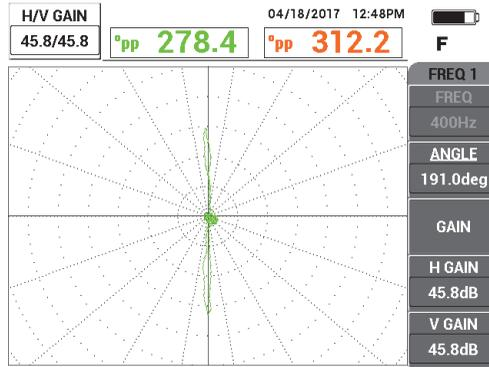

Figura 5-196 Regolazione del guadagno
5. Premere il tasto **GAIN (dB)** e in seguito aumentare il guadagno fino a quando il segnale del foro raggiunge circa da 4 a 6 frazioni verticali in altezza. Premere il tasto **FREEZE** () per consentire l'acquisizione del segnale (vedere Figura 5-196 a pagina 281).